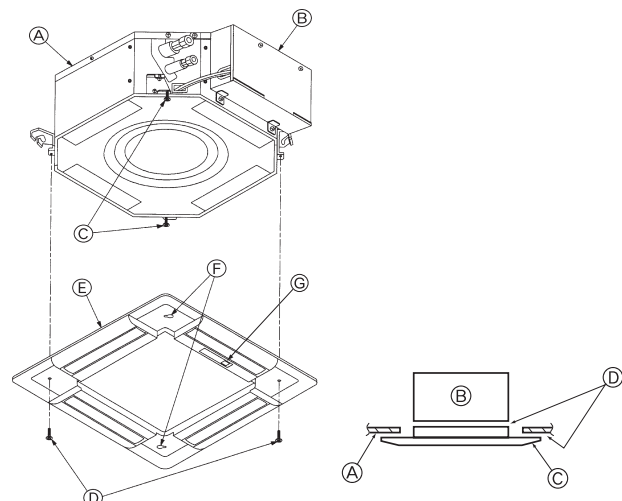

Fig. 5-6
5.3.2. Instalação temporária da grelha (Fig. 5-6)